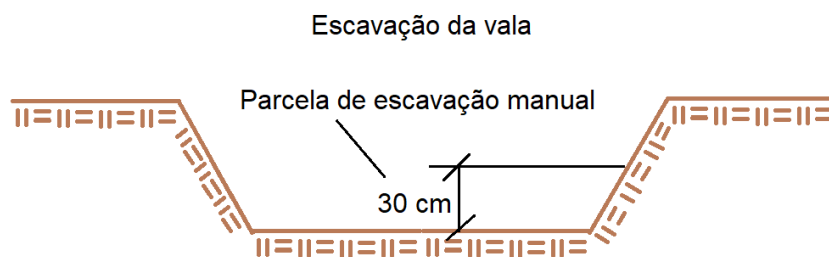

Figura 18: Escavação da vala.
**Detalhes e etapas construtivas** de execução das sapatas são um tema recorrente em concursos, principalmente os procedimentos listados na NBR 6122. A execução das fundações superficiais se inicia com a **escavação do terreno**. De acordo com a NBR 6122, caso esta etapa seja executada com auxílio de maquinário, o uso destes **equipamentos** deve ser **encerrado** ao se atingir uma profundidade que esteja a **no mínimo 30 cm acima da cota de assentamento da fundação**. O restante da escavação deve ser realizado manualmente (Figura 18).